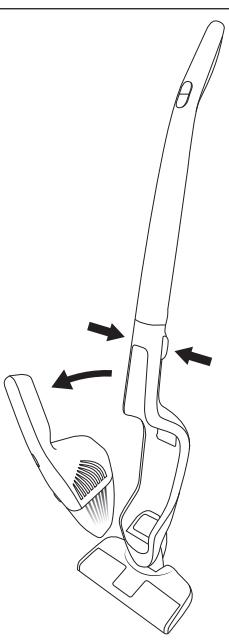

Abb. 3
- 4) Ziehen Sie das Handteil **3** nach oben/vorne aus der Handteilmulde **13** (Abb. 3).